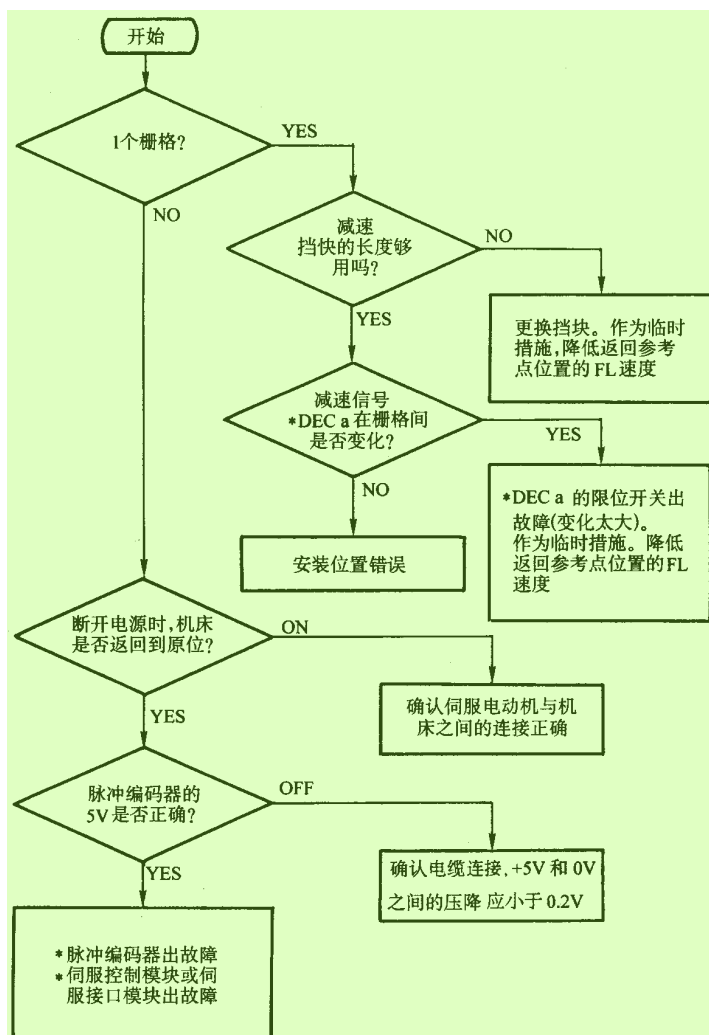

图 2-9 回参考点位置不正确的故障诊断步骤 5
(2)回参考点位置不正确的故障诊断 回参考点不正确故障是指机床可以执行回参考点动作,但是参考点定位位置出现错误的情况。这时,根据具体情况,可以按图 2-9 的步骤对系统进行检查,诊断回参考点定位位置不正确的原因。